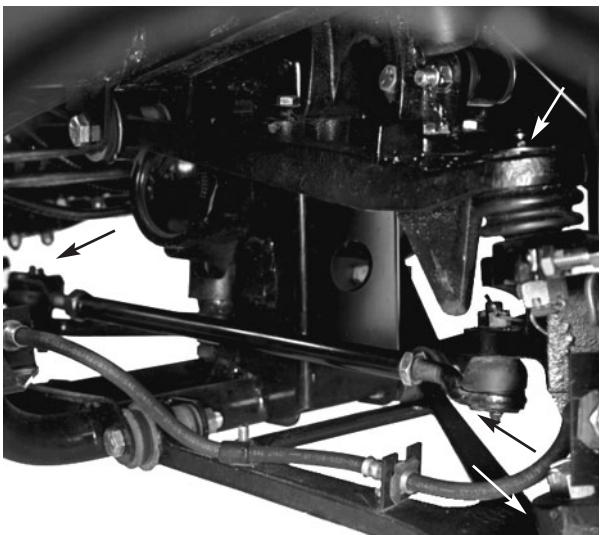
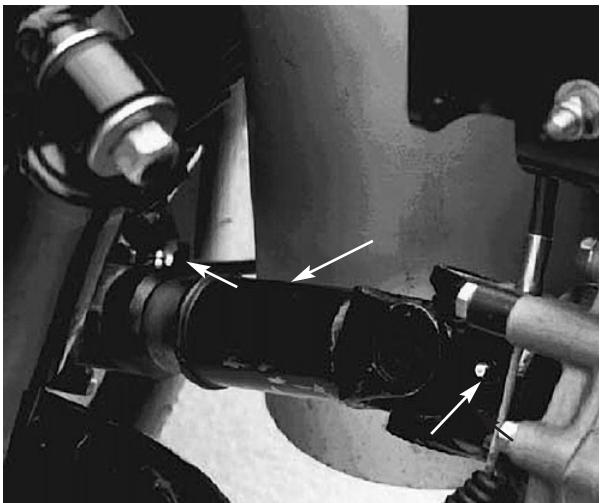

Bild 26
Bild 27
Zugstangenenden (4) (Bild 26), vordere Kugellager (4) (Bild 26), hintere Antriebswellen (18) (Bild 27)